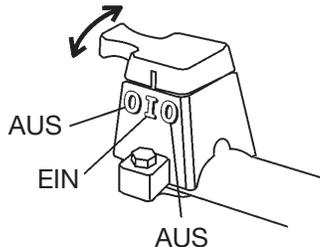

Abb. 46. Motorschalter (auf Griffstange)
2. Den **Motorschalter** auf der Griffstange (Abb. 46) auf "OFF" (AUS) stellen. Durch das Ausschalten mit diesem Schalter lässt sich dessen korrekte Funktionsweise prüfen.
3. Den **Motorschalter** auf der Griffstange (Abb. 46) auf "OFF" (AUS) stellen. Durch das Ausschalten mit diesem Schalter lässt sich dessen korrekte Funktionsweise prüfen.